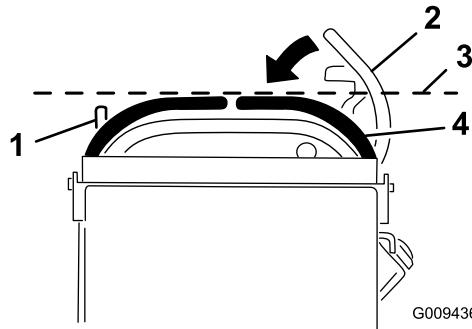

Figura 69
3. Spingete in giù le leve di controllo del movimento per toglierla dalla posizione di BLOCCO IN FOLLE (Figura 69).
4. Controllate se la leva di controllo del movimento destra è allineata orizzontalmente con la leva di controllo del movimento sinistra (Figura 69).